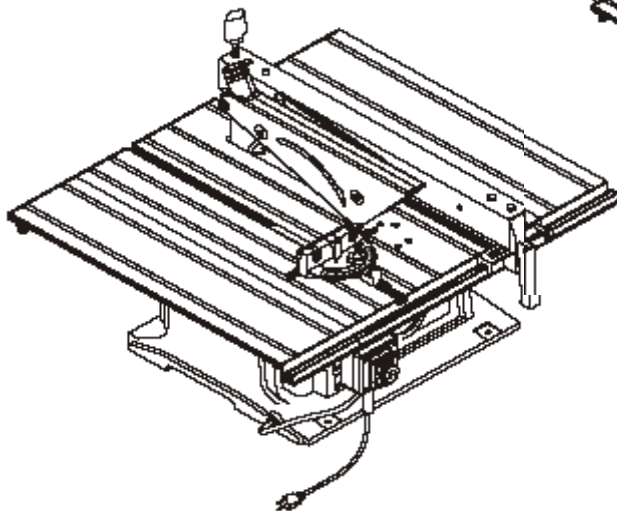

Fig 13.
3. Die Seitentische mit den Verlängerungsstangen am Haupttisch anbringen (Fig. 13).
3. Installez les rallonges de table latérales sur table centrale (Fig. 13).